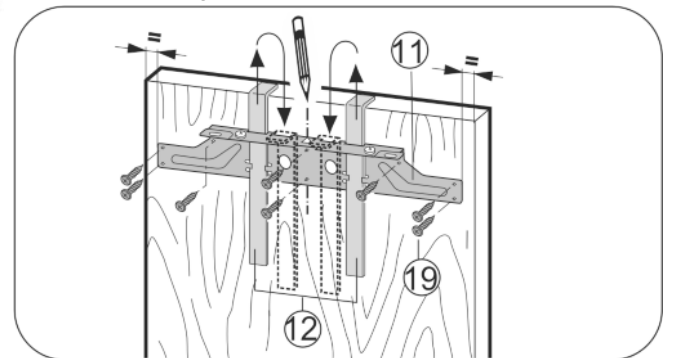

Fig. 18
- ▶ Accrocher la traverse de fixation Fig. 18 (11) avec les gabarits de montage Fig. 18 (12) du côté intérieur de la porte du placard.
- ▶ Aligner la traverse de fixation Fig. 18 (11) sur le milieu de la porte.\*
- ▶ Visser la traverse de fixation *Fig. 18 (11)* en utilisant au moins 6 vis *Fig. 18 (19)*.
- ▶ Visser la traverse de fixation *Fig. 18 (11)* en fixant 4 vis *Fig. 18 (19)* au bord.
- ▶ Tirer les accessoires de montage *Fig. 18 (12)* vers le haut et les enfoncer pivotées dans les trous situés à côté.